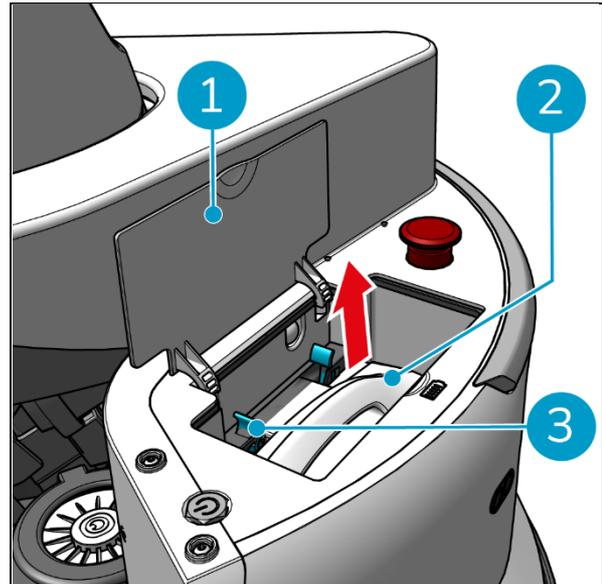

Figura 49
2. Abrir a tampa do compartimento das pilhas (Figura 49, pos. 1).
3. Ao premir as patilhas azuis (Figura 49, pos. 3), puxe a bateria (Figura 49, pos. 2) para fora do compartimento.